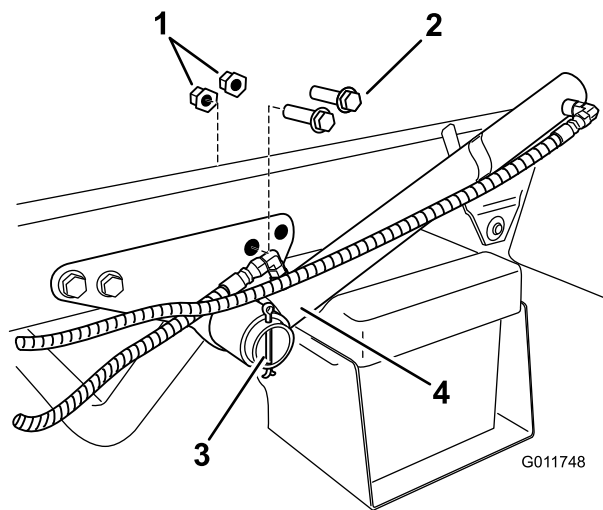

Рисунок 7
- 1. Найдите и отверните 2 задних болта и фланцевые гайки на кронштейне цилиндра подъема (Рисунок 7).